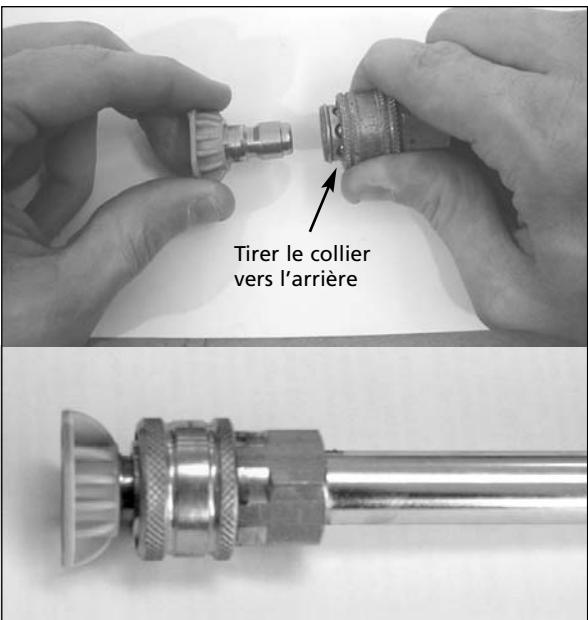

Figure 8 – Installation de la buse de connexion rapide
8. Installer la buse de connexion rapide en tirant vers l'arrière le collier et en insérant la buse. Dégager le collier et s'assurer qu'il revient complètement à sa position à l'avant et que la buse est fixe (voir figure 8).